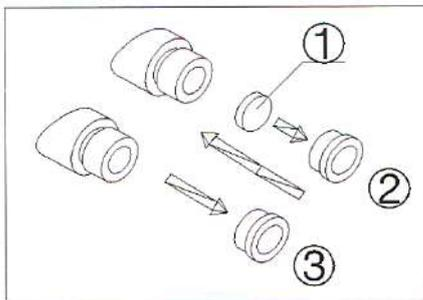

Рисунок 5
1. Снимите с окуляра прижимное кольцо (см. рисунок 5).